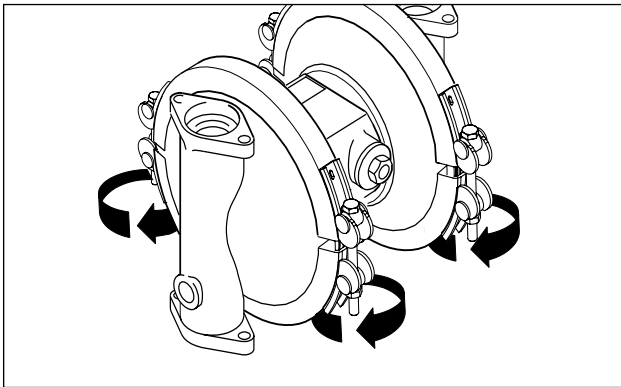

Рис. 9: Открывание стяжных хомутов.
- Ослабьте винты и демонтируйте напорный и всасывающий патрубок (рис. 9).